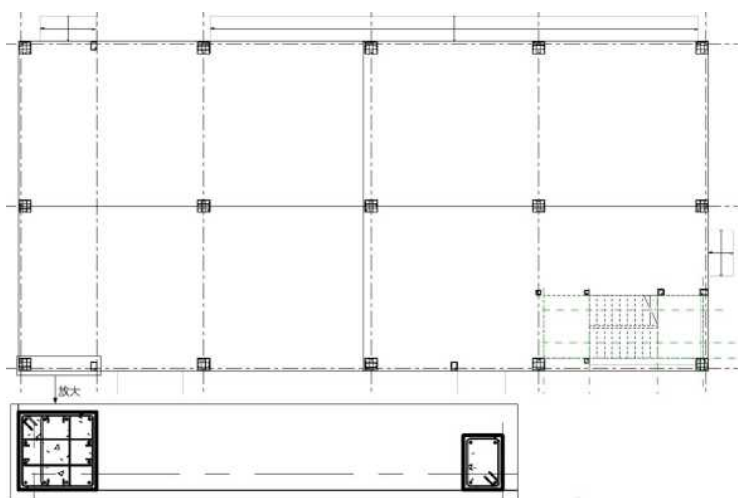

图 15-99 放置纵筋
(10) 在“500×500mm”结构柱上放置 12 根纵筋，在其他结构柱上 4 个角上放置纵筋，结果如图 15-99 所示。